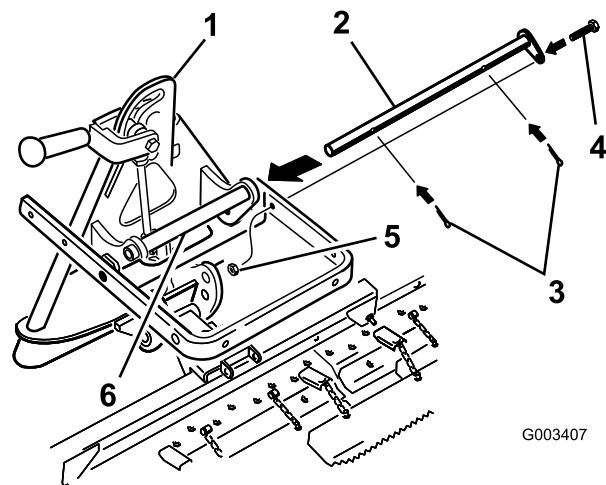

図 5
3. ピボット・バーを、コッター・ピン2本と bolt (3/8 x 1-1/4 インチ) で固定する (図 5)。
アタッチメント・アダプタを動かす時には、必ずアダプタの後部についているハンドルを使うこと（図 5）。